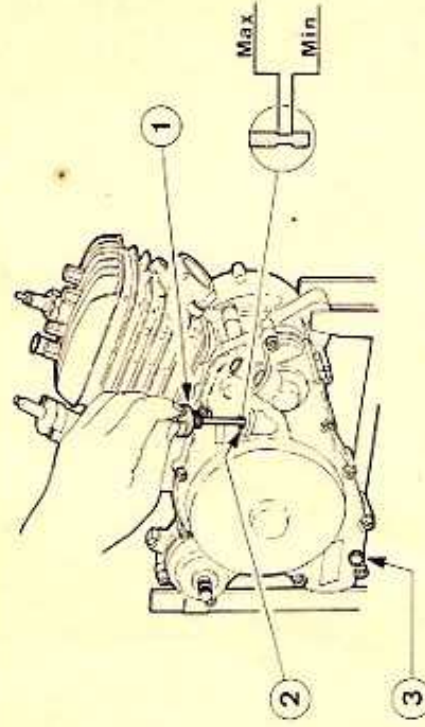

FIG. 1
- 1) Verificare l'esatto livello dell'olio svitando l'apposito tappo (n° 1 in fig. 1) controllando che esso sia compreso nel tratto indicato in fig. 1. Qualora non si verificasse tale condizione, aggiungere attraverso il foro stesso (n° 2 in fig. 1), olio con viscosità SAE 20 + 30 (vedi caratteristiche tecniche) fino a che non si sarà raggiunta la condizione ottimale.
- 5) Dopo i primi 500 Km, eseguire il cambio dell'olio rimuovendo l'apposita vite di scarico (n° 3 in fig. 1).